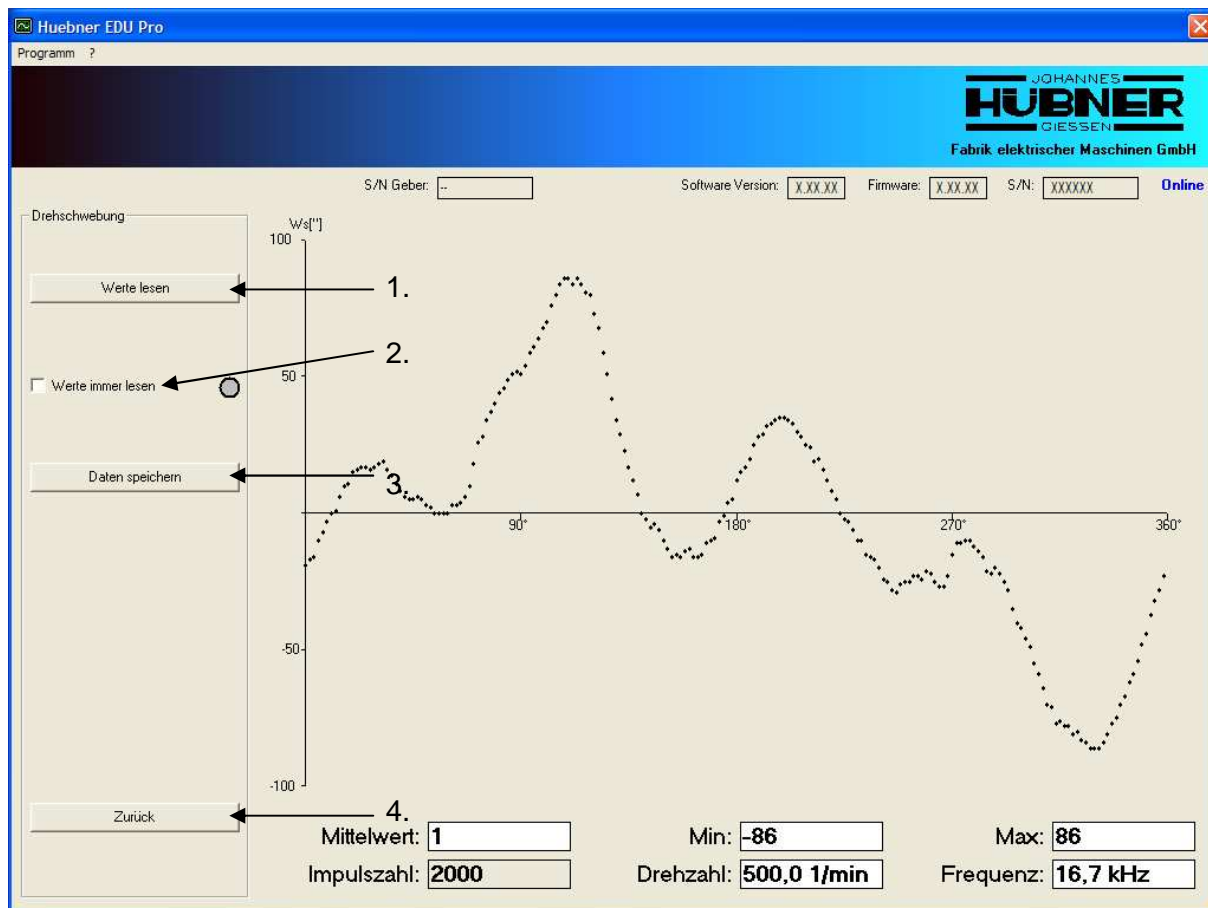

Abb. 14: Drehschwebung
3. – Knopf „Drehschwebung“ (ONLINE Messungen). Weiter Abb. 14.